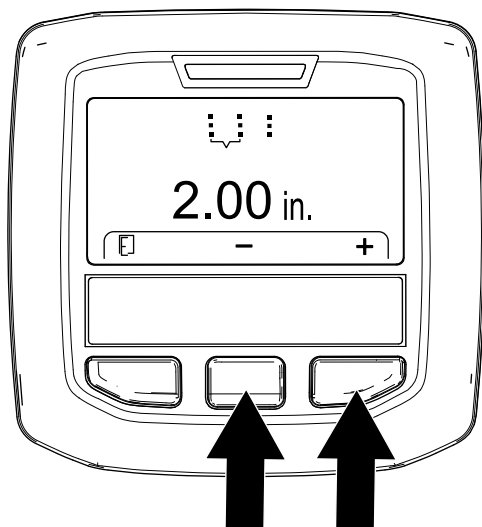

Figure 56
5. Réglez l'espacement des trous (Figure 56) comme suit :